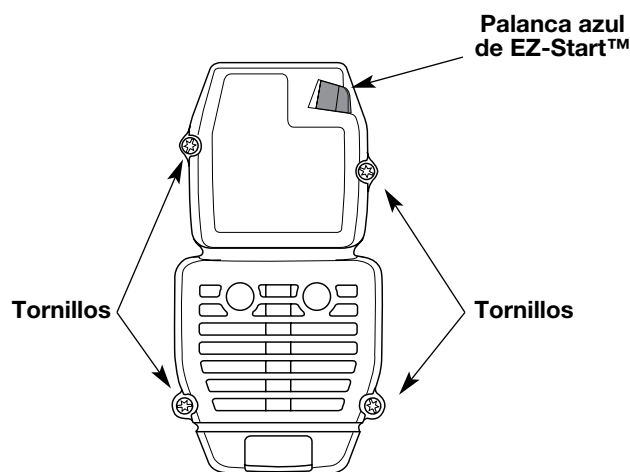

Fig. 26
1. Sostenga la bobina exterior y desenrosque la perilla percusiva en sentido antihorario (Fig. 26).
1. Saque los cuatro (4) tornillos que sostienen la cubierta del silenciador / filtro de aire (Fig. 26). Use un destornillador de vástago plano o de broca Torx N° T20.
2. Inserte los cuatro (4) tornillos en los orificios de la cubierta del silenciador / filtro de aire (Fig. 26) y ajústelos. No los ajuste demasiado.